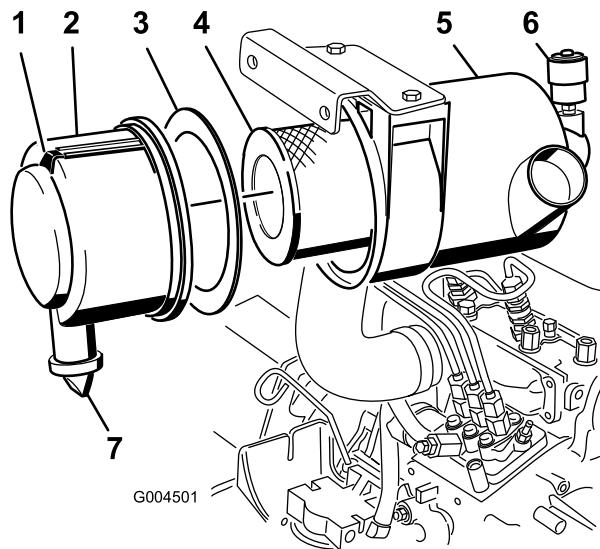

Bild 44
- Warten Sie den Luftfilter, wenn die Luftfilteranzeige rot anzeigt (Bild 44) oder nach jeweils 400 Betriebsstufen (häufiger in sehr staubigen oder schmutzigen Bedingungen). Warten Sie den Luftfilter nicht zu häufig.
- Ziehen Sie den Riegel nach außen und drehen Sie die Luftfilterabdeckung nach links (Bild 44).
- Entfernen Sie die Abdeckung vom Luftfiltergehäuse (Bild 44).
- Entfernen und wechseln Sie den Hauptfilter aus (Bild 44).
- Stellen Sie sicher, dass die Schaumdichtung in der Abdeckung liegt und nicht gerissen oder beschädigt ist (Bild 44). Ersetzen Sie die Dichtung, wenn sie beschädigt ist.
- Nehmen Sie das Gummiauslassventil von der Abdeckung ab (Bild 44).
- Stellen Sie die Anzeige (Bild 44) zurück, wenn sie auf Rot steht.